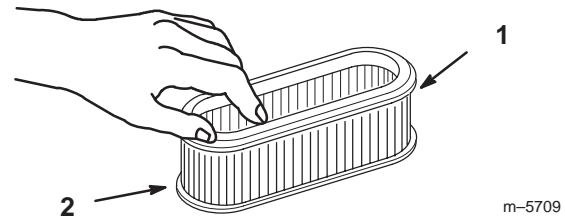

Bild 23
1. Klopfen Sie den Einsatz leicht auf eine flache Unterlage, um Staub und Schmutz zu beseitigen (Bild 23).